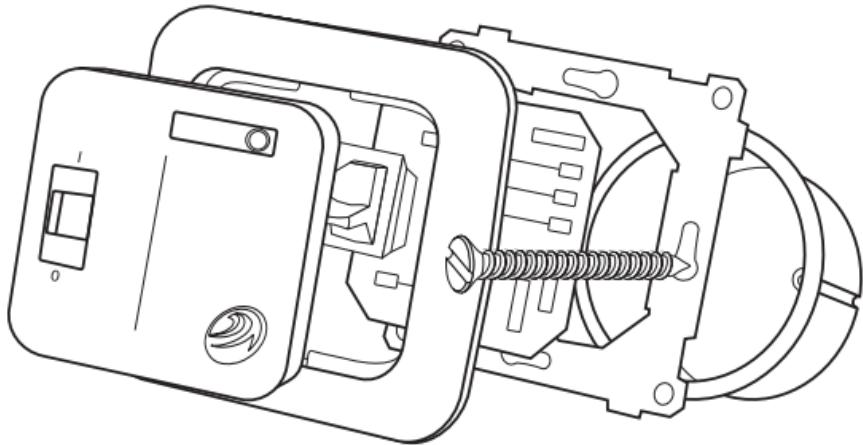

Рис.3 Установка контроллера СКПВ220В-мини2Н в распаечную коробку
- установите лицевую крышку и нажмите на нее до срабатывания обеих защелок (рис. 3).